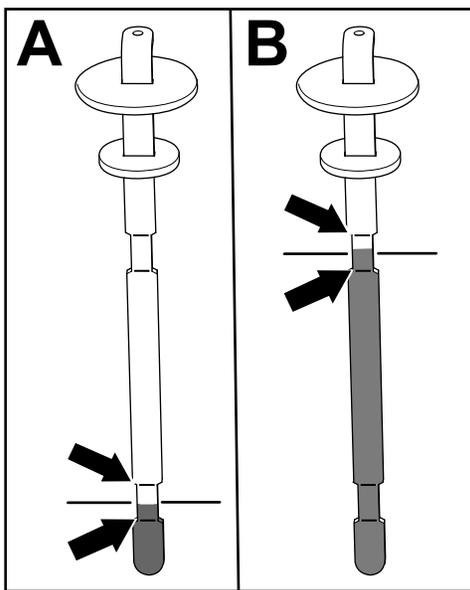

Figura 81
5. Retire la varilla y compruebe el nivel de fluido (Figura 81).
- Si tiene una unidad de corte equipada: el nivel de fluido hidráulico está en el nivel apropiado cuando el fluido aparece entre las dos marcas inferiores de la varilla (A en la Figura 81). También es aceptable que el nivel de fluido esté por encima de las marcas inferiores.
- Si tiene instalado el kit de Mangueras para accesorios de accionamiento hidráulico: el nivel de fluido hidráulico está en el nivel correcto cuando el fluido aparece entre las dos marcas superiores de la varilla (B en la Figura 81).